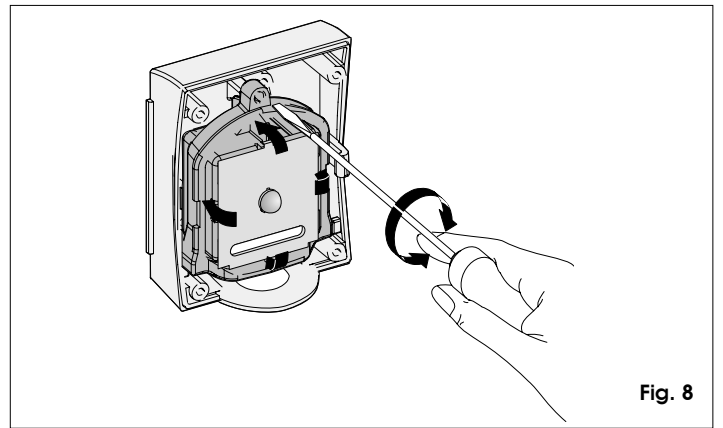

Fig. 8
- g) Effettuato l'allineamento, serrare la vite di fissaggio (fig.8).
- g) Having completed alignment, tighten the fixing screws (fig.8).